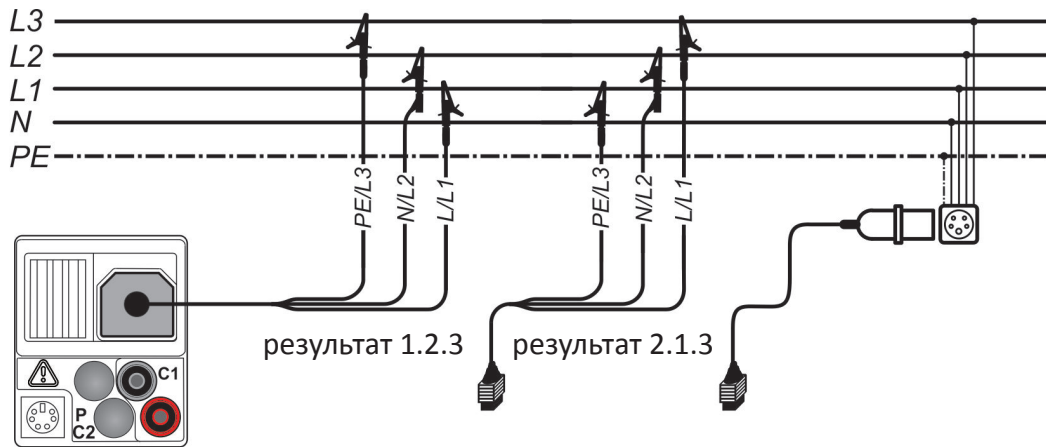
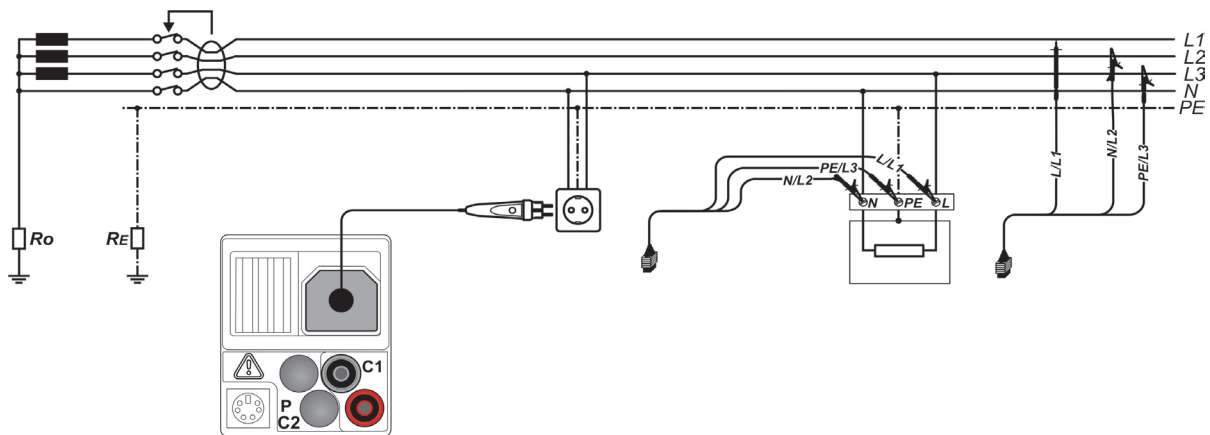

Рисунок 62
Рисунок 63
- Подключите** испытательные выводы (провода) к исследуемому элементу (см. Рисунок 62: Подключение 3-х проводного тестового кабеля и дополнительного адаптера к трехфазной цепи и Рисунок 63: Подключение штепсельного щупа и 3-х проводного тестового кабеля к однофазной цепи)